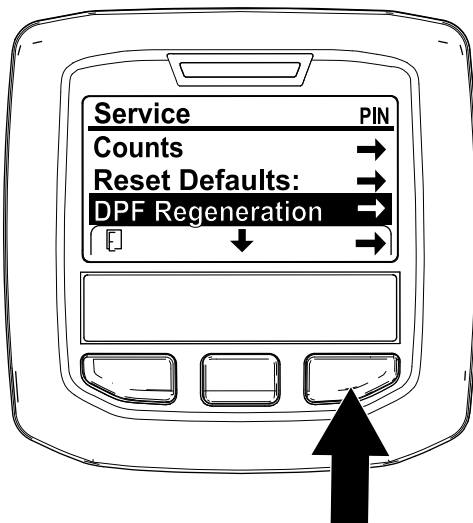

Figure 32
- Ouvrez le menu Entretien, puis appuyez sur le bouton central pour naviguer jusqu'à l'option RÉGÉNÉRATION DU FAP (Figure 32).
- Appuyez sur le bouton droit pour sélectionner l'option Régénération du FAP (Figure 32).